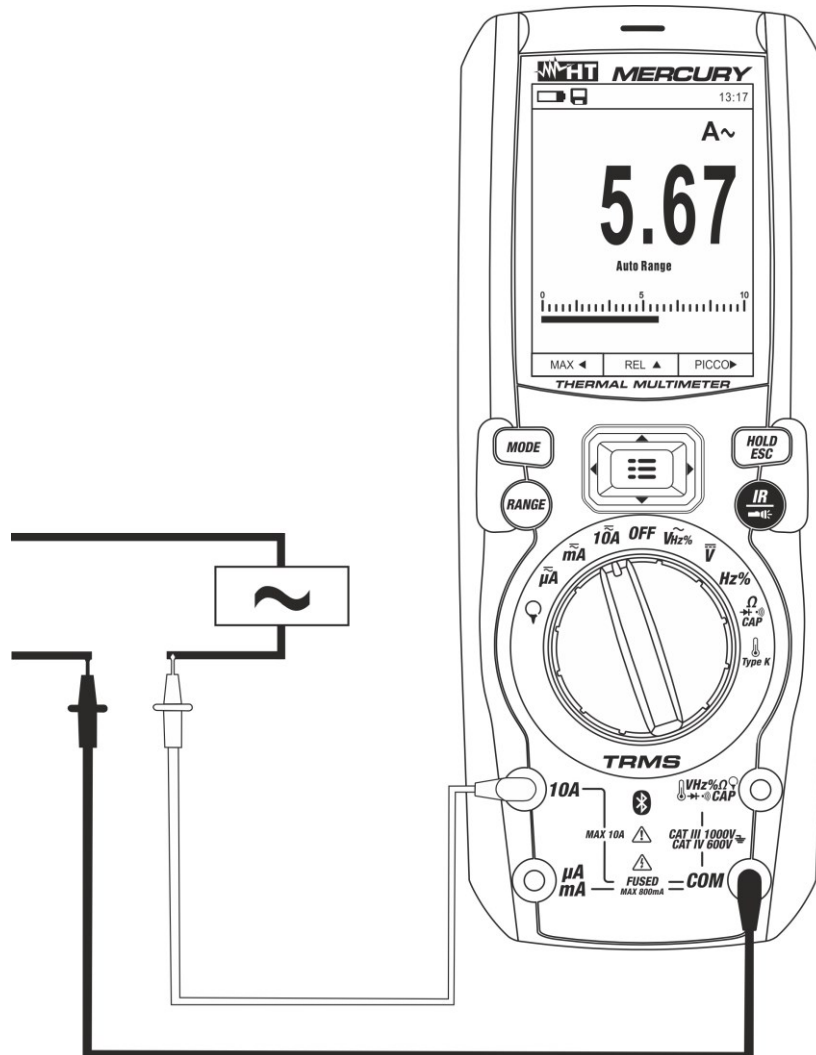

Abb. 29: Verwendung des Gerätes für Wechselstrommessung
5. Schalten Sie die rote und die schwarze Messleitung in Reihe mit dem Kreis, dessen Strom Sie messen möchten (siehe Abb. 29).